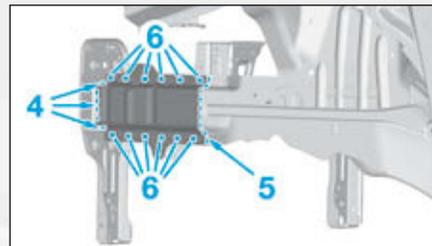

FIG.41
- Souder par cordons MAG et bouchonner la tôle en (4), (5) et (6) (Fig.41).